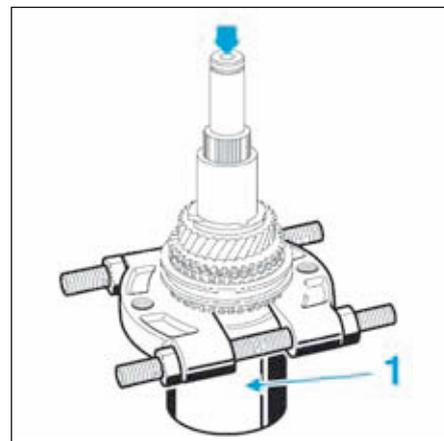

FIG.26
- A l'aide d'un décolleur et d'un mandrin (1) de diamètre approprié indice "L" faisant parti du coffret [2], déposer à la presse l'ensemble «bagues - pignons - moyeux» en prenant appui sous le pignon de 6^e (Fig.26).